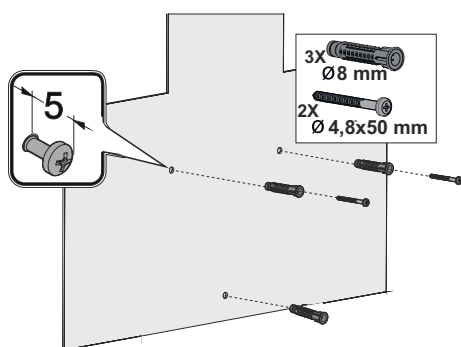

Fig. 11
3. Borra ett hål med ett Ø8mm borr och tryck i pluggarna. (Fig. 11).
Skruva i 2 st 4,8x50 skruvar med ett mellanrum på 5mm mellan skruvhuvudet och väggen (Fig. 11).